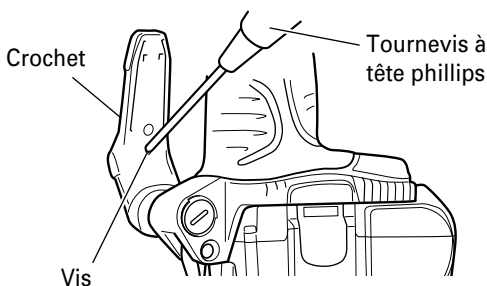

Fig. 15
**(4) Remplacement des piles**
- (a) Desserrer la vis du crochet avec un tournevis à tête phillips (no. 1). (Fig. 15)